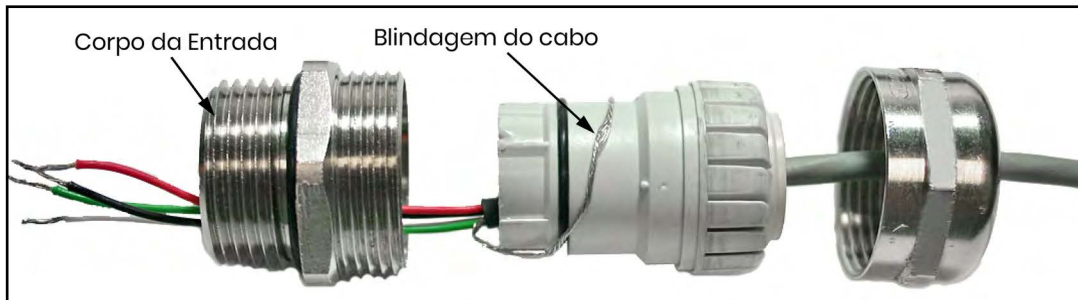

Figura 89: Montagem Adequada da Sobreposta do Cabo (Panametrics p/n 419-215)
- b. Encaminhe o cabo de saída analógica/energia dos 4 fios através da sobreposta do cabo como mostrado *Figura 89* abaixo.
IMPORTANTE: *A proteção do cabo deve ser terminada na sobreposta do cabo como mostrada *Figura 89* abaixo.*
- b. Encaminhe o cabo RS232 de 3 fios através da sobreposta do cabo como mostrado *Figura 89 na página 95* abaixo.
IMPORTANTE: *A proteção do cabo deve ser terminada na sobreposta do cabo como mostrada *Figura 89 na página 95*.*